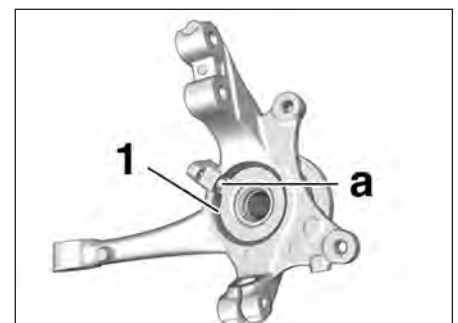

FIG.26
- Poser un circlips neuf (1) de maintien du roulement dans son logement (Fig.26).